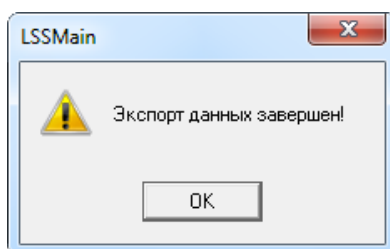

Рис. 10-93 – Информационное сообщение о завершении экспорта в LSS Suite
3) В открывшемся диалоговом окне указать²¹⁾ системы, которые следует экспортировать, и каталог для сохранения данных (рис. 10-93).